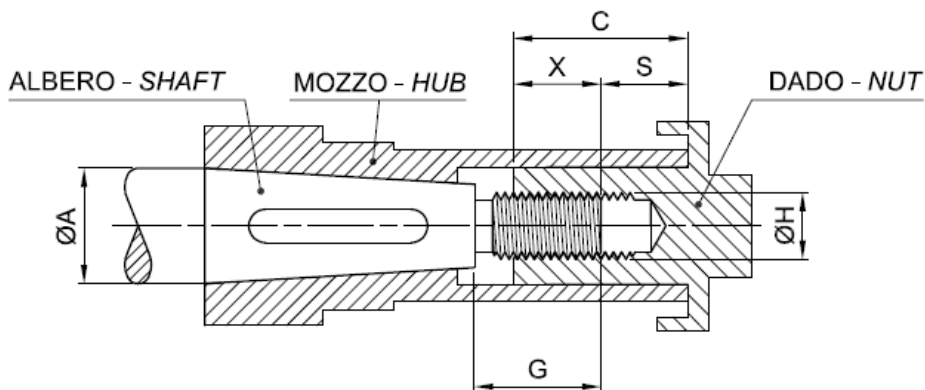

fig. 1
- b. Verificare la lunghezza di avvitamento del dado (fare riferimento alla fig.1 in cui la lunghezza di avvitamento è indicata con "X"). Per verificare questo suggeriamo di infilare l'elica sulla estremità conica dell'albero porta-elica e spingerla in battuta contro il cono dell'albero (effettuare questa operazione senza inserire la chiave). Quando l'elica è in battuta contro il cono dell'albero, misurare la distanza tra la fine dell'albero e la fine del mozzo (indicata nella figura con "S"). La lunghezza "X" si ottiene sottraendo la lunghezza "S" alla lunghezza del dado "C". "X" deve essere inferiore a "G" e si consiglia che "X" sia maggiore di 0,8 volte il diametro del filetto indicato con " $\varnothing H$ ".